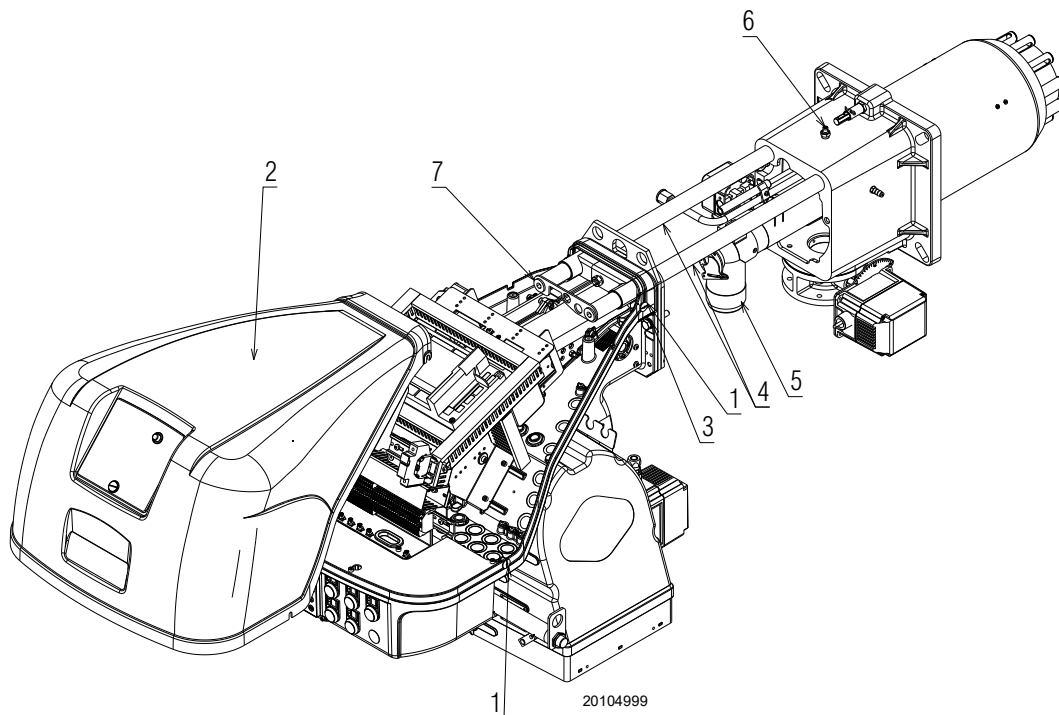

Fig. 35
- Desserrer les 4 vis 1)(Fig. 35) et déposer le capot 2) ;
- remettre le vis 3)(Fig. 35) et tirer délicatement vers l'extérieur les câbles de sonde et d'électrode, jusqu'à les mettre légèrement sous tension ;